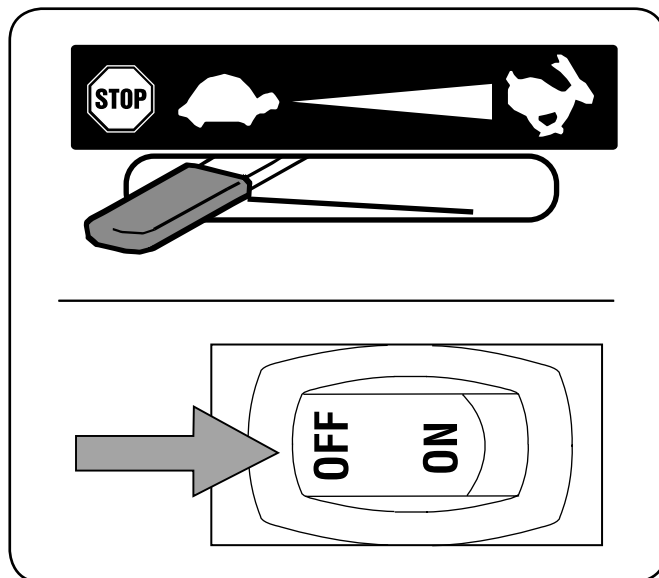

Рис. 5-2
1. Переведите рукоятку управления дроссельной заслонкой (при ее наличии) в положение «STOP» или установите тумблер в положение «OFF». См. рис. 5-2.